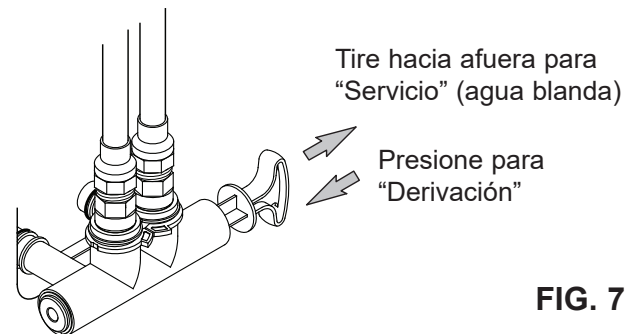

FIG. 7
Siempre instale una válvula de una derivación (incluida) tal como se muestra en la Fig. 7 o, si lo desea, puede comprar y armar las piezas para un sistema de derivación de 3 válvulas (no incluidas), tal como se muestra en la Fig. 8. Las válvulas de derivación le permiten cerrar la entrada de agua al acondicionador de agua para su mantenimiento, si es necesario, y aún así tener agua en las tuberías de la casa. Las uniones de tubo deben ser como mínimo de 3/4 pulg.
3. Mueva las válvulas de derivación a la posición de “derivación” (Bypass) (vea las Fig. 7 y 8). En una válvula de una derivación, deslice el vástago hacia adentro a la posición de derivación. En una derivación de 3 válvulas, cierre las válvulas de entrada y salida, y abra la válvula de derivación.